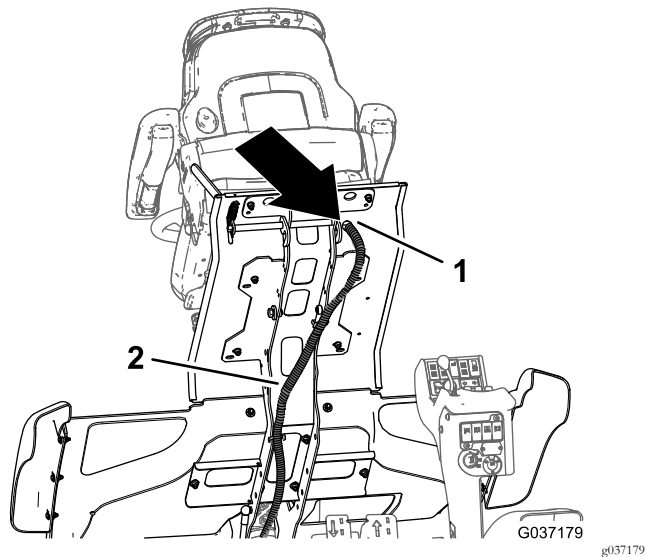

図 29
- ステップ 12 運転席を取り外す (ページ 4) で外した車両用ワイヤハーネスを、運転台の穴に通す図 29。
- プラットフォーム底部で、400cm キットのワイヤハーネスの 2 ソケットコネクタ黒線と赤線を、運転席の後ろの運転台にある穴に通す図 29 を参照。